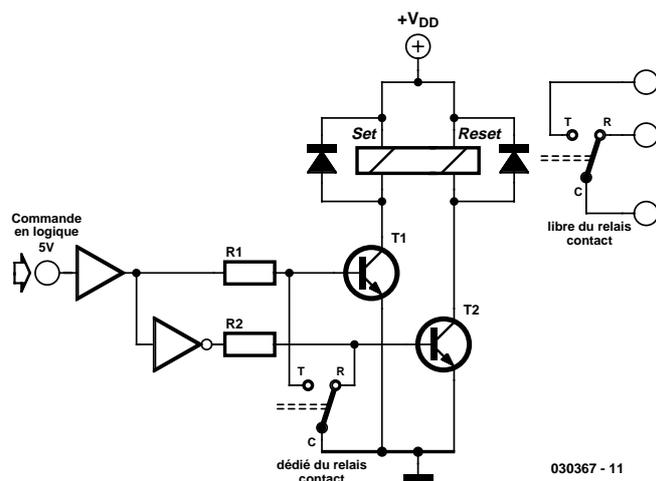

Figure 1. Commande de relais avec rebouclage par contacts.
**Commande de relais avec rebouclage par contacts (figure 1)**